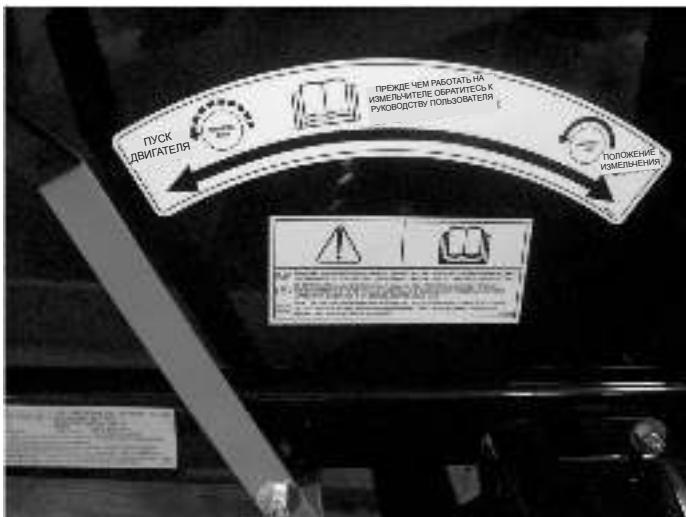

Рис. 5.3. Ручка включения в положении START
1. Установите рычаг включения измельчителя в положение START (пуск) (см. рис. 5.3).
2. Установите рычаг включения измельчителя в положение START (см. рис. 5.3).
12. Установите рычаг включения измельчителя в положение START (см. рис. 5.3).
1. Установите рычаг включения измельчителя в положение START (см. рис. 5.3).